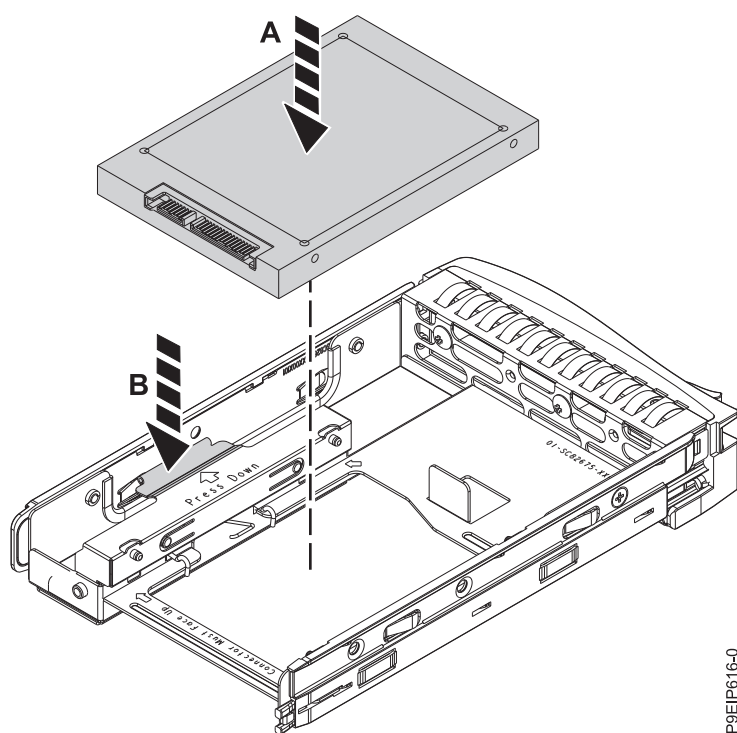

Figure 7. Montage de l'unité de 2,5 pouces dans le tiroir
- b. Ouvrez le ressort de retenue (**B**) comme indiqué dans la figure 7, à la page 9.